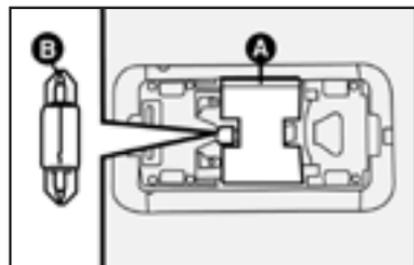

fig. 72
- quite de su alojamiento el reflector **A-fig. 72**, haciéndolo resbalar hacia atrás;
- saque la lámpara **B-fig. 72** y sustitúyala;